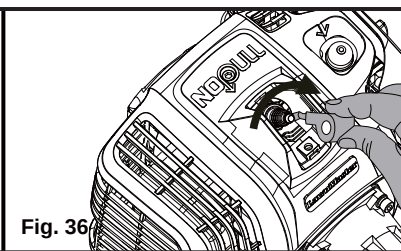

Fig. 36
- Reinstale la bujía limpiada o una nueva, girándola hacia la derecha (Fig. 36).